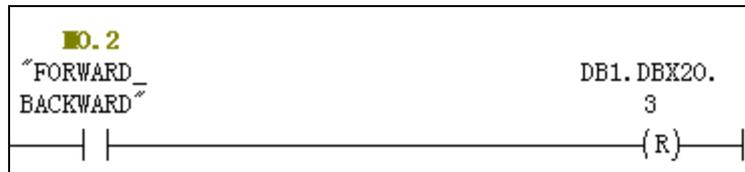
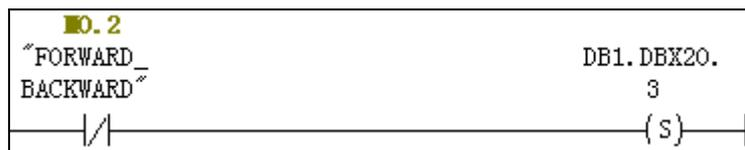

图 2-25 反转程序
图 2-26 正转程序
(3) 设置方向: 可通过方向开关 (FORWORD\_BACKWORD) 改变电机的转动方向, 当置 1 为反方向, 置 0 为正方向。方向开关操作 PZD 中控制字 11 位 (DB1.DBX20.3)。这里要注意: 程序中字节的存储方式是高字节存放低地址, 低字节存放高地址, 位都是从高到低对齐。方向设置可以在几种方式下完成: 电机启动前、电机运行中以及电机点动前。程序如图 2-25 和图 2-26 所示。